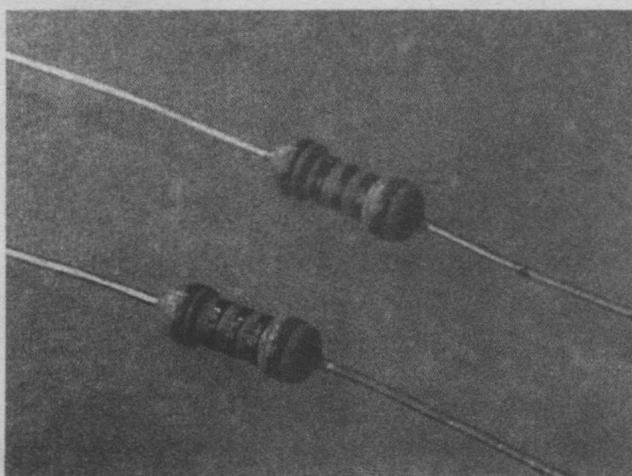

图 1-9 合成碳膜电阻
(4) 合成碳膜电阻。合成碳膜电阻就是将碳黑、填料还有一些有机黏合剂调配成悬浮液，喷涂在绝缘骨架上，再进行加热聚合而成的电阻。合成碳膜电阻是一种高压、高阻的电阻器，通常它的外层被玻璃壳封死，外形结构如图 1-9 所示。合成碳膜电阻的生产工艺、设备简单，因此它的价格低廉，不过它的抗湿性差、电压稳定性差、频率特性不好、噪声大，以致于这种电阻不适合用做通用电阻器。